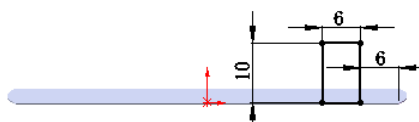

图 15.4.15 边线—法兰 1 草图
(3) 定义法兰参数。
① 定义法兰角度值。在 **角度(A)** 区域中的  文本框中输入角度值 90.0。
② 定义长度类型和长度值。在“边线法兰”对话框 **法兰长度(L)** 区域的  下拉列表中选择 **给定深度** 选项，在  文本框中输入深度值 1.0。
③ 定义法兰位置。在 **法兰位置(P)** 区域中单击“折弯在外”按钮 。
(4) 单击  按钮，完成边线—法兰 1 的初步创建。
(5) 编辑边线-法兰 1 的草图。在设计树的  **边线-法兰1** 上右击，在弹出的快捷菜单中单击“编辑草图”按钮 ，系统进入草图环境。绘制图 15.4.15 所示的草图。退出草图环境，